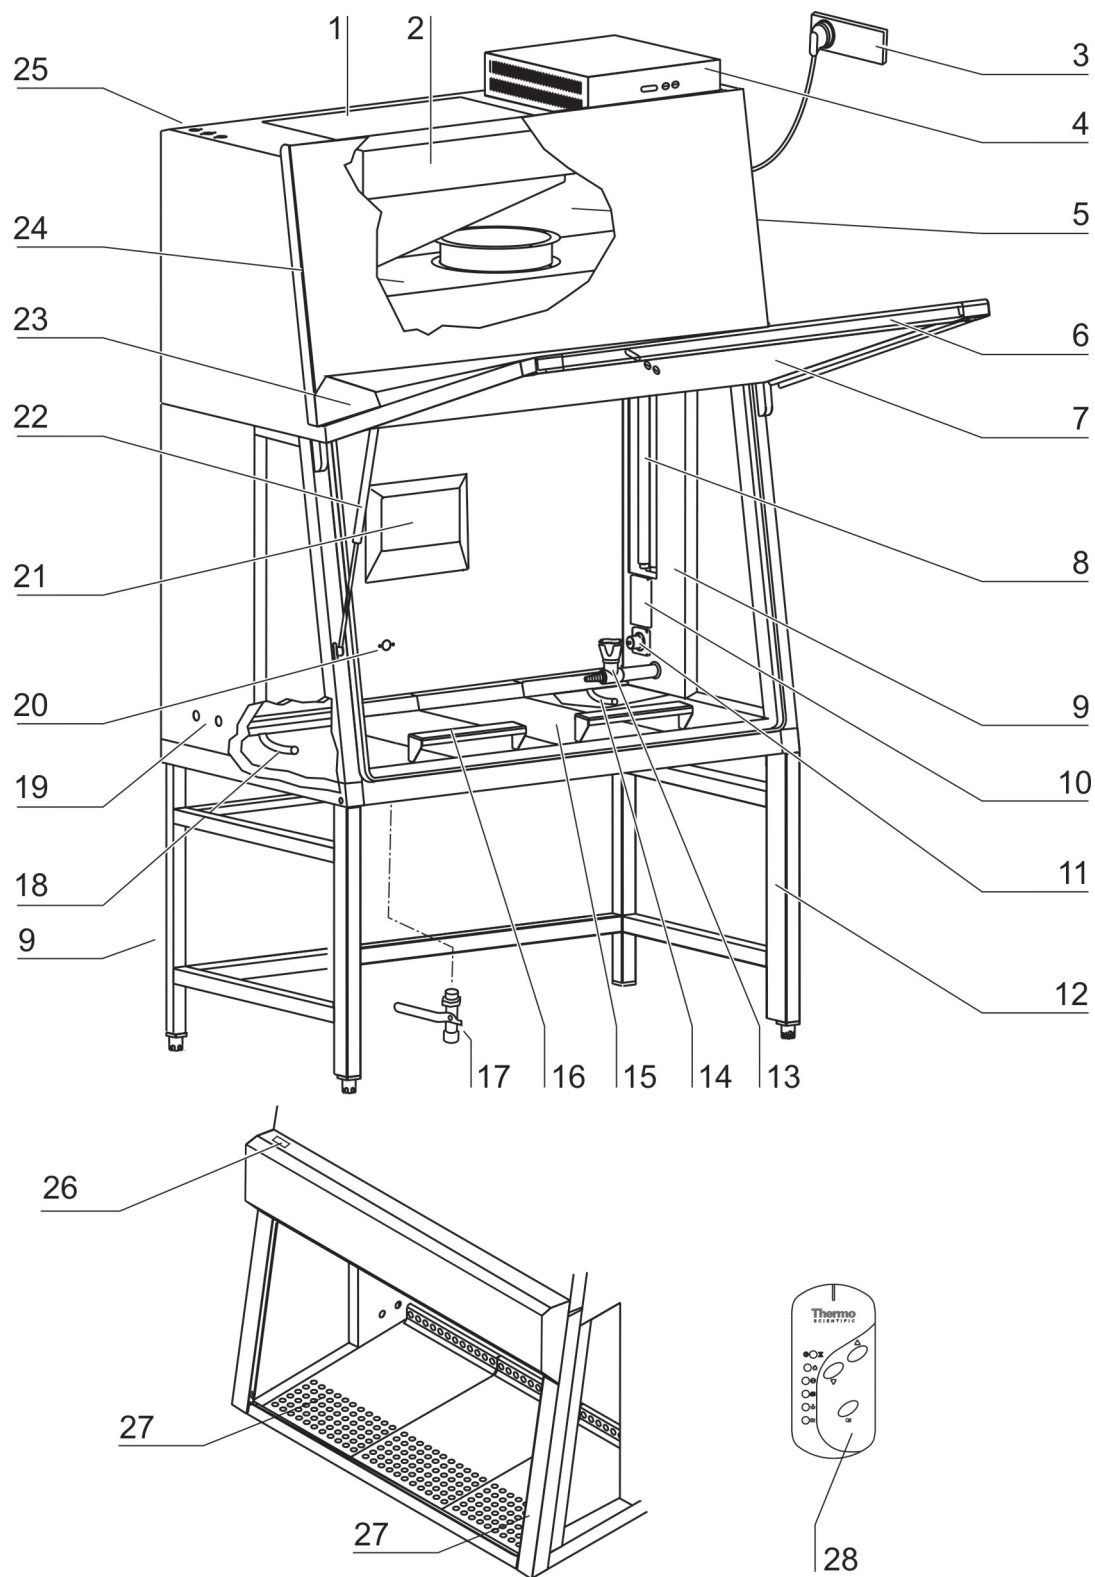

Abb. 3a
- **Abb. 3a:** Plenumgruppe [5] mit Plenum für das Umluftgebläse [24] und Plenum für das Abluftgebläse [2]. Unmittelbar an das jeweilige Gebläse sind das Umluftfilter und das Abluftfilter montiert. Die Abluft wird über die Öffnung [1] in die Geräteumgebung abgegeben.